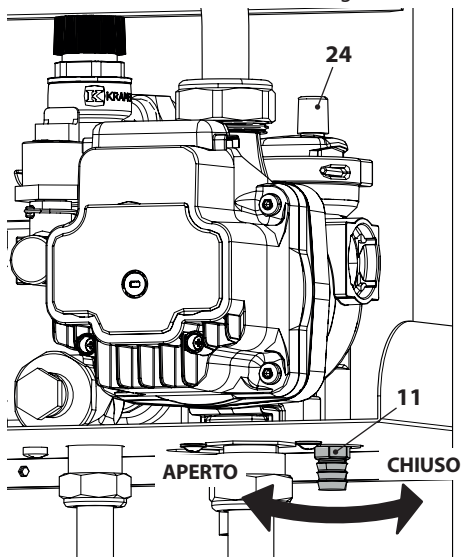

Figura 9.9
- Allentare il rubinetto di svuotamento del circuito riscaldamento 11 indicato in Figura 9.9.
- Per facilitare lo svuotamento, svitare il tappo 24 della valvola di sfogo automatica in Figura 9.9.